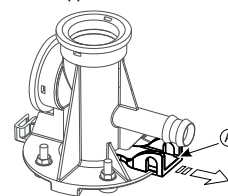

Рис. 9.e
- включите механическое устройство под Цилиндр (см. часть А, Рис. 9.e).